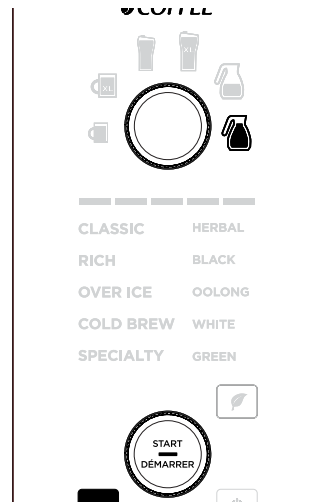

Fig. 22
- 3 Cuando el depósito de agua esté lleno con la mezcla de solución de limpieza y agua, presione el botón CLEAN (limpieza) (Fig. 22).